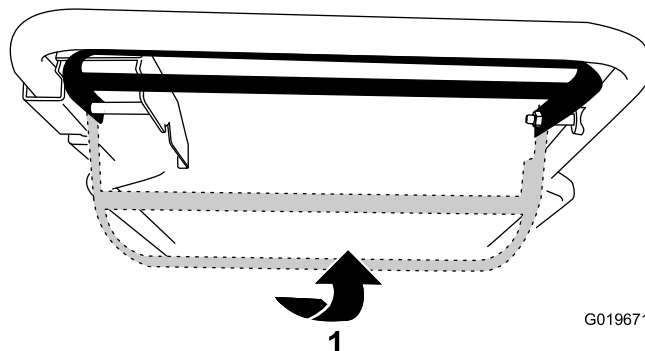

Figure 18
- Pour utiliser l'autopropulsion sans engager les lames, relevez la barre de commande contre le guidon (Figure 18).
- Pour utiliser l'autopropulsion et engager les lames, poussez la barre de commande complètement à droite et relevez-la contre le guidon (Figure 18).